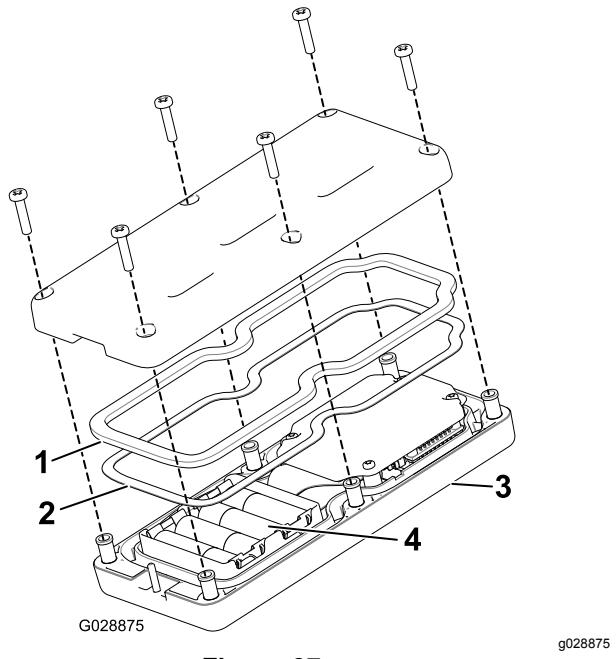

Figura 37
3. Togliete le 6 viti dalla parte posteriore del telecomando e togliete il coperchio (Figura 37).
5. Inserite ogni batteria nuova in un portabatteria rispettando la polarità. (Se le batterie sono inserite in modo scorretto, il dispositivo non riporta danni, ma non funziona.) Nel portabatteria sono marcati in rilievo i simboli della polarità di ogni terminazione (Figura 37).
6. Se avete rimosso accidentalmente la tenuta di gomma e la guarnizione in acciaio, riposizionatele accuratamente nel canale del telecomando (Figura 37).
7. Riposizionate il coperchio e fissatelo con le 6 viti precedentemente rimosse (Figura 37) e serratele a una coppia di 1,5–1,7 N·m.